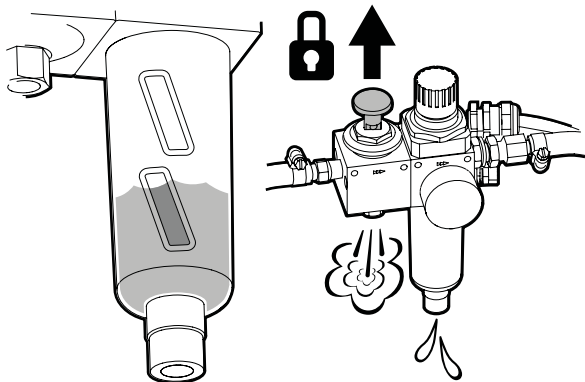

Fig. 19
1. Tirez l'interrupteur de sécurité verrouillable vers le haut et le réservoir d'air comprimé est évacué, voir la **Fig. 19**.
2. Tirez l'interrupteur de sécurité verrouillable vers le haut et le séparateur d'eau est vidé lorsque le réservoir d'air comprimé est évacué, voir la **Fig. 19**.